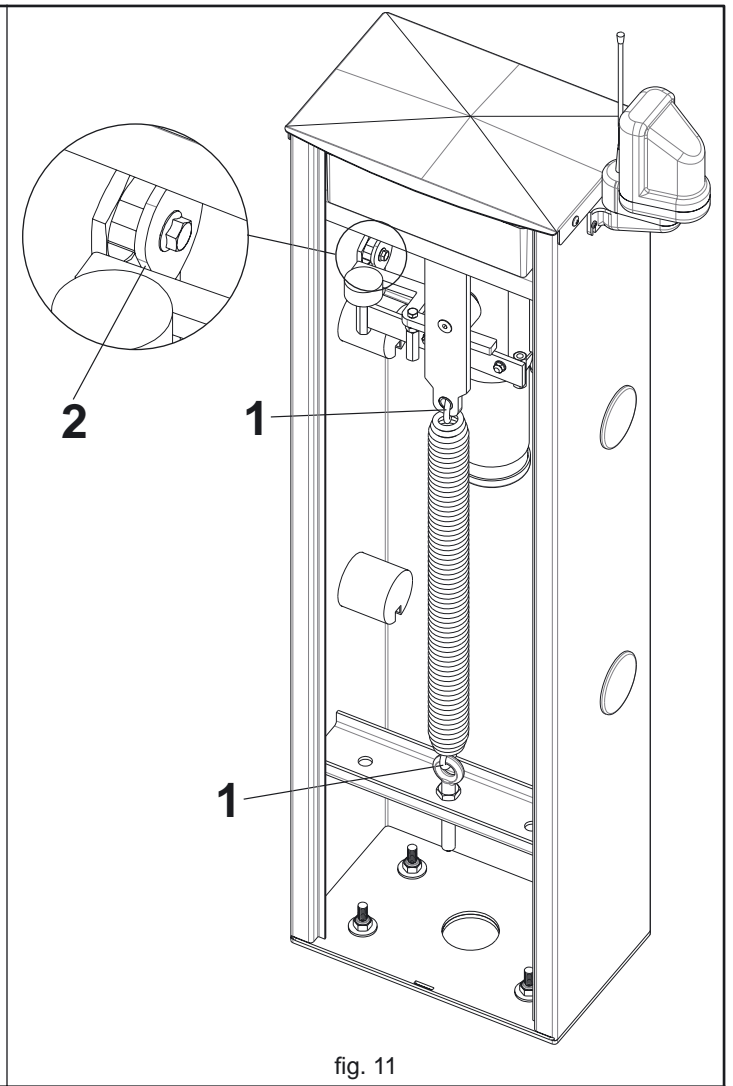

fig. 11
- 2\_ die Ösen der Ausgleichsfeder einfetten (1, Abb. 11);
- 3\_ die Stelle einfetten, an der sich der Nocken der manuellen Entriegelung und der Entriegelungshebel berühren (2, Abb. 11).